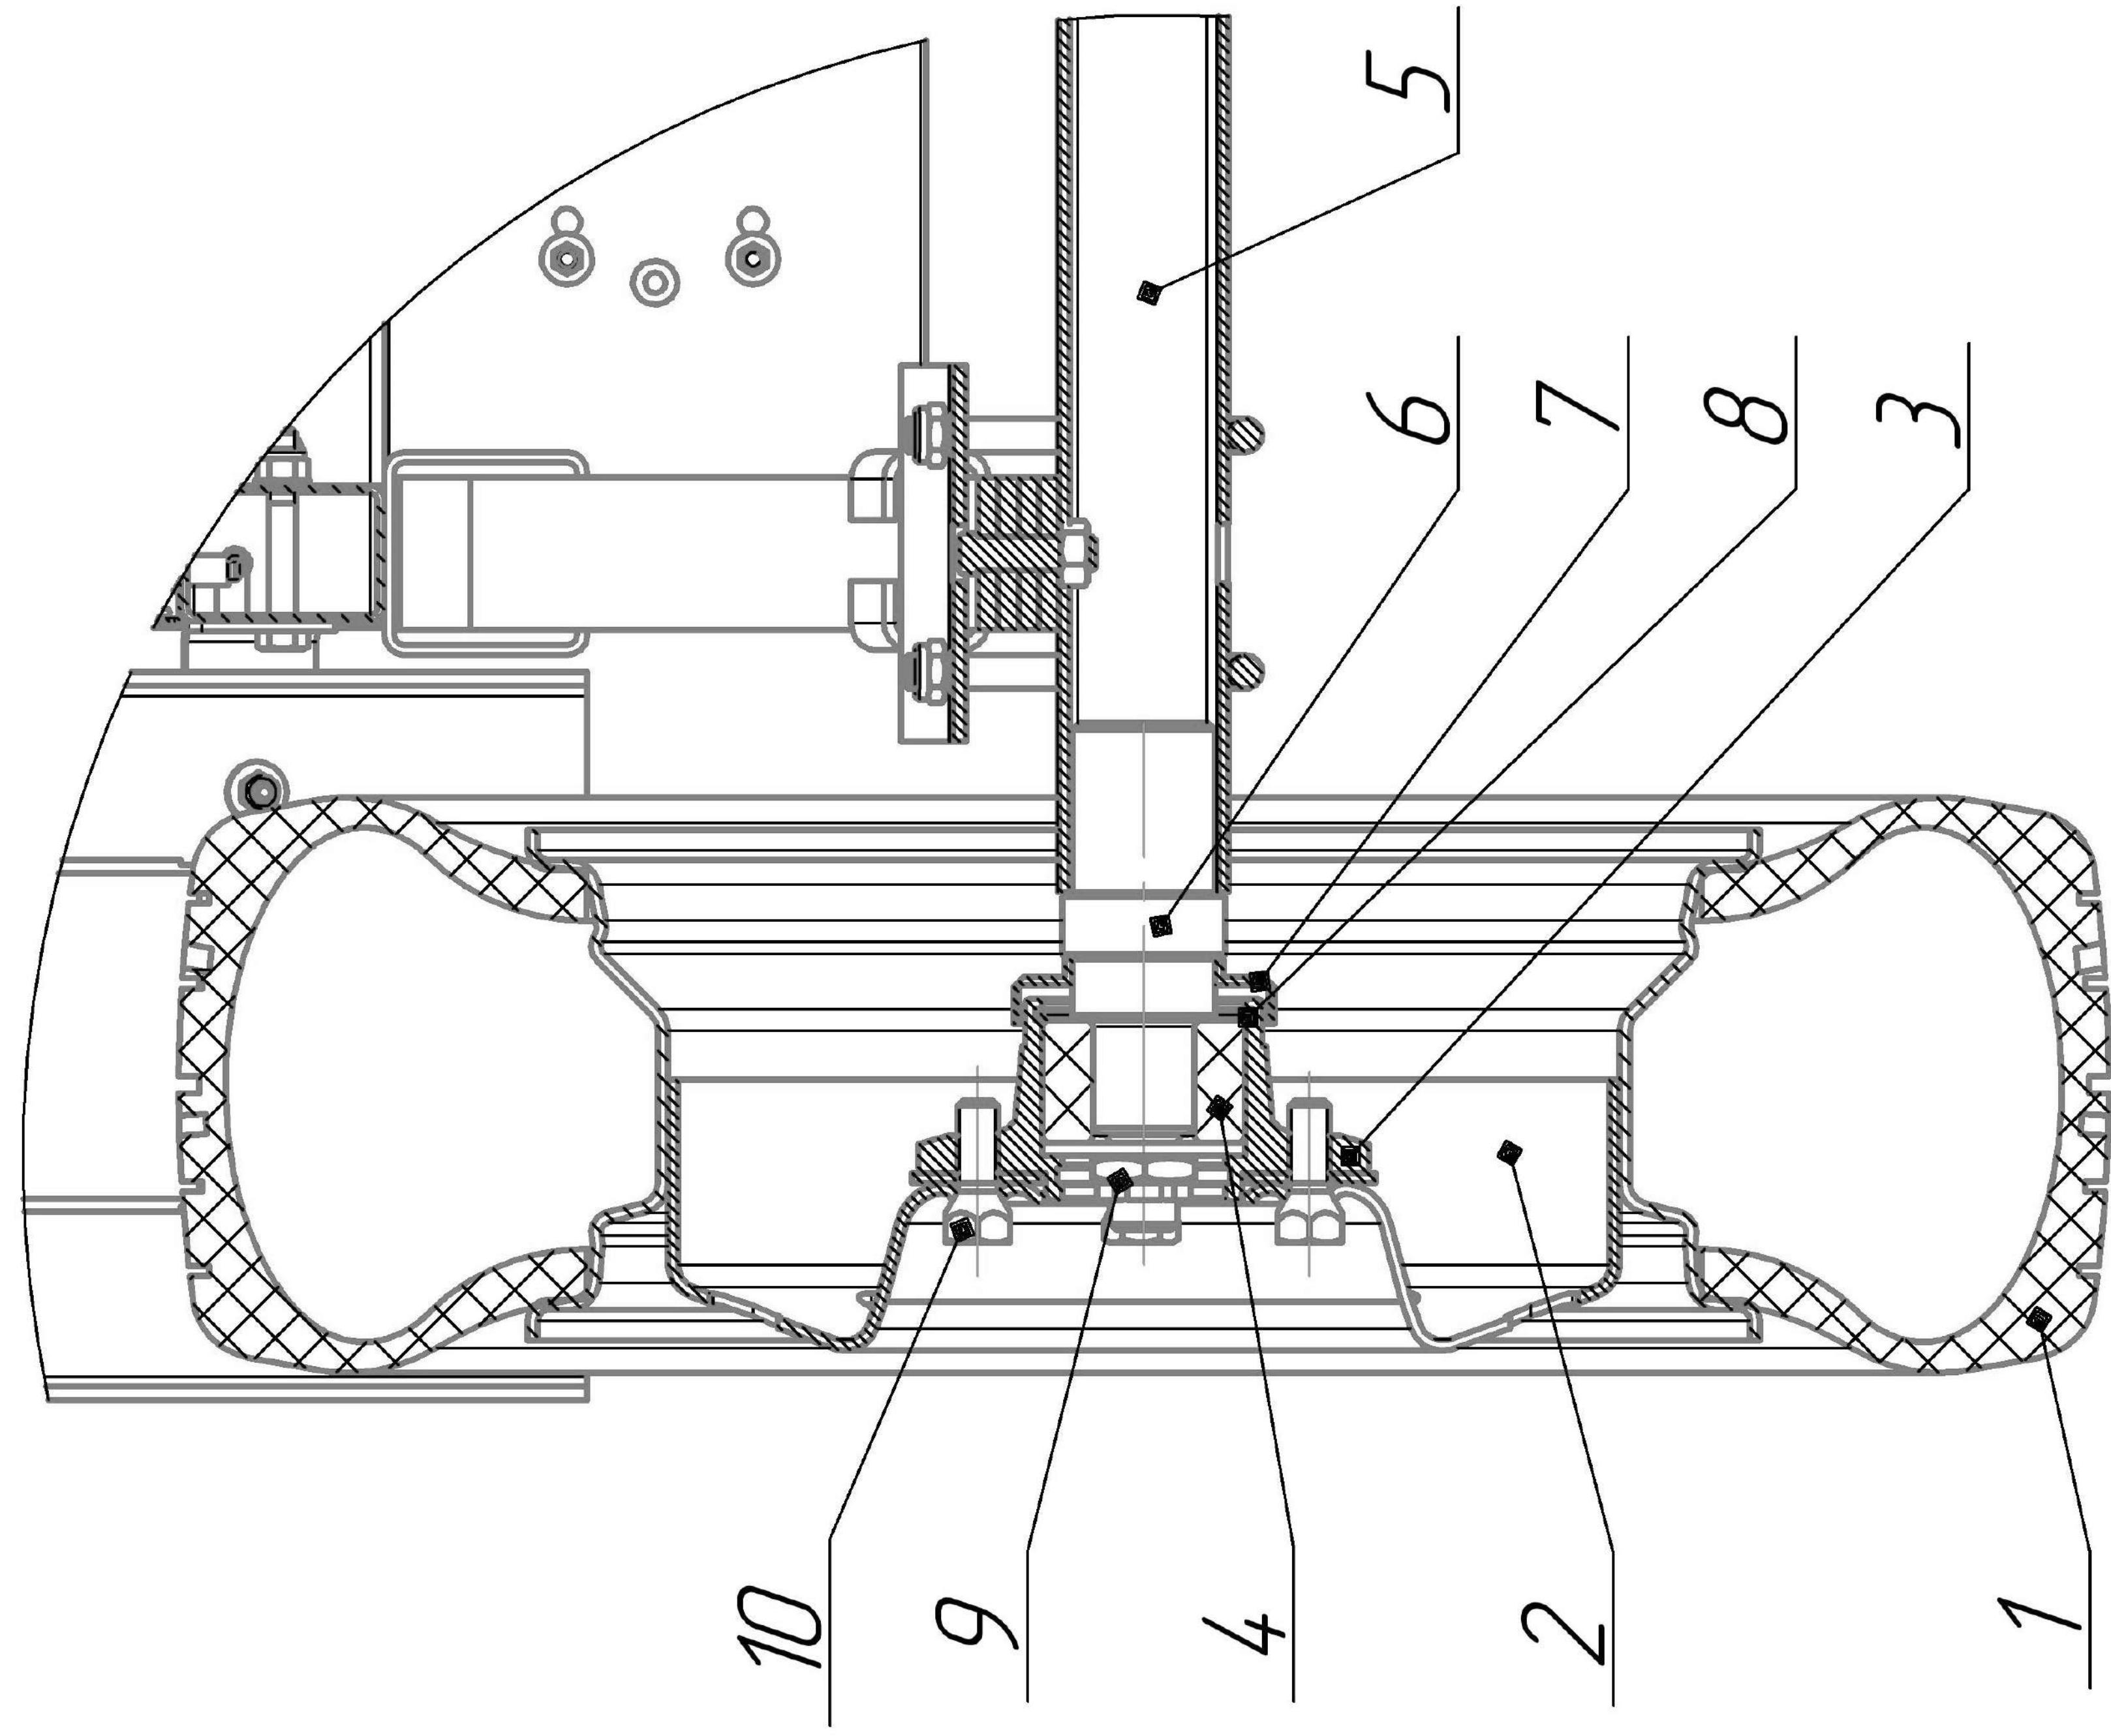

Рис. 4. Ось с колесами.
4.8.Ходовая часть прицепа (оси с колесами) (рис.4) состоит из двух трубчатых осей с приваренными цапфами, на которых крепятся со ступицы в сборе. Колеса при помощи колесных болтов M12*1,5 крепятся к ступицам. В ступицах оси установлен двухрядный шариковый подшипник, который не требует смазывания и обслуживания. Подшипник смазан и утоплен на весь срок службы. Запрещается регулировка подшипника. Подшипник не является полностью водонепроницаемым. Тормозная система в прицепе отсутствует.